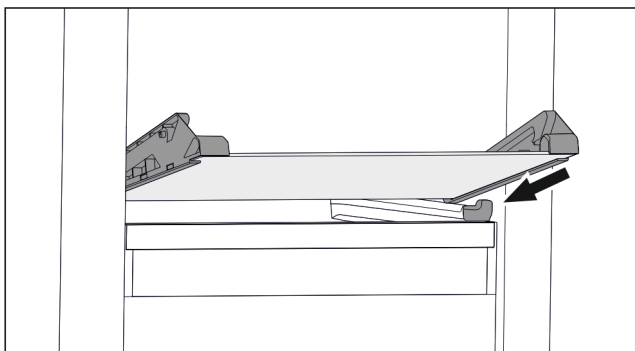

Fig. 71 Skleněná deska odklápěcí zásuvky
- ▶ Nasad'te skleněnou desku šikmo za zarážky. (viz Fig. 71)